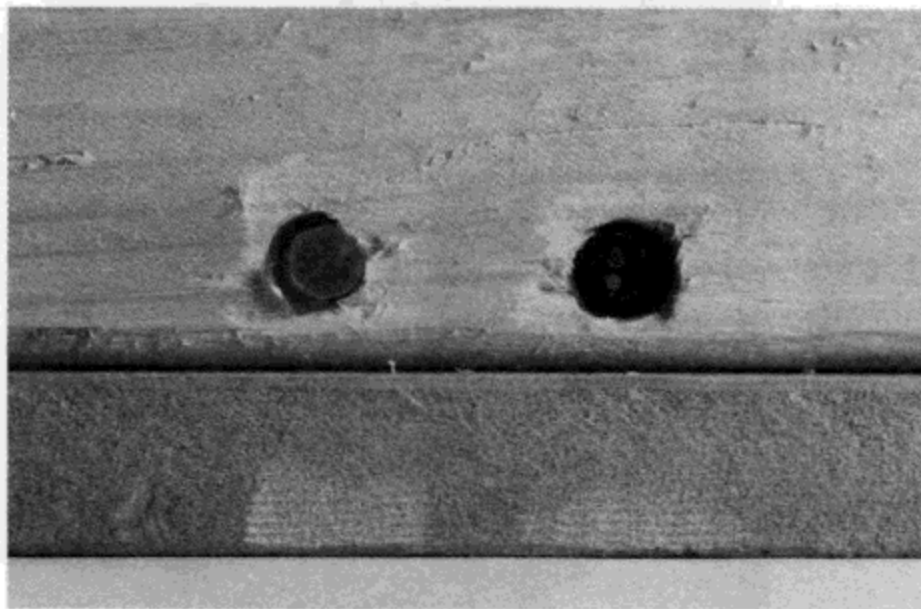

图10.9 在钻好的孔中装上的红外LED（左）和光敏三极管（右）
(1) 把整个电路放在盒子里。在盒子前方用铅笔标出 LED 与光敏三极管的位置。同样，打开开关，试一下电机随手的移动距离转动的情况，再取出电路板。
(2) 用  $\frac{1}{4}$  in 的钻头为 LED 和光敏三极管钻孔（图 10.9）。把盒子支撑在桌子的角上，用便携式手钻钻这两个孔，用砂纸或 Dremel 电磨剔掉毛刺。